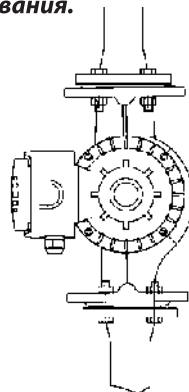

рис.1
А. Подшипник насоса смазывается перекачиваемой жидкостью, поэтому не запускайте насос насухо более 10 секунд (рис.1)
- Циркуляционный насос ВСЕГДА устанавливайте так, чтобы обеспечить положение оси вала насоса в горизонтальном положении, а клеммной коробки – сверху или сбоку (рис. 1).